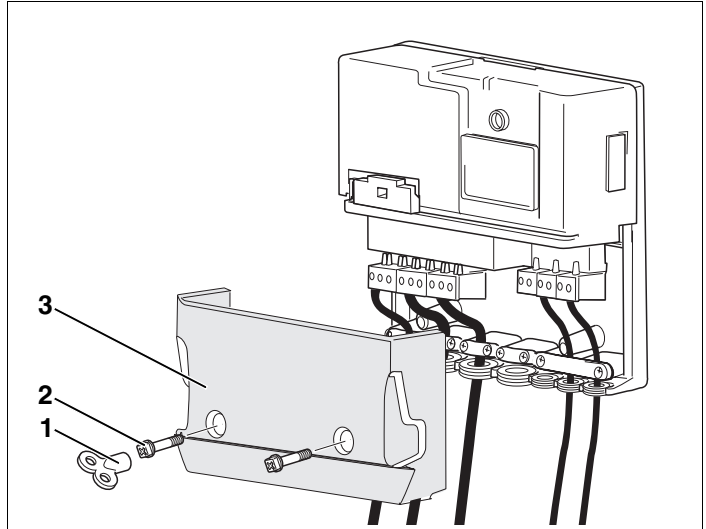

Fig. 12 Montarea capacului clemelor
- Așezați capacul clemelor (Fig. 12, **Poz. 3**).
- Strângeți șuruburile cu crestătură în cruce (Fig. 12, **Poz. 2**), fie cu o șurubelniță în cruce, fie cu o cheie de aerisire (Fig. 12, **Poz. 1**).